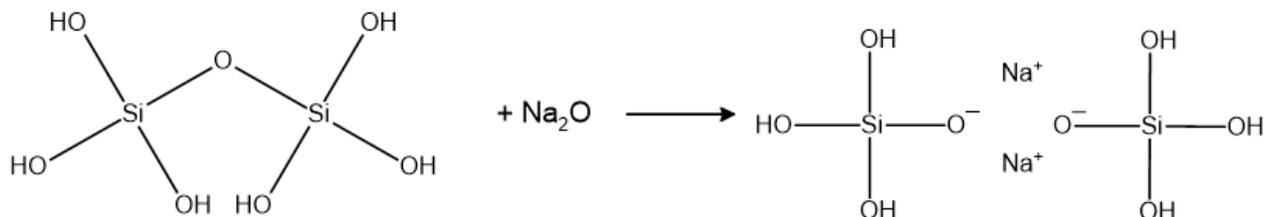

Abb. 2: Entstehung von Glas aus Quarz-Sand
7. <http://www.a-m.de/deutsch/lexikon/glas-bild2.htm>; 31.07.2001